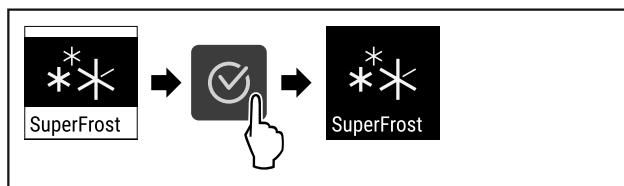

Fig. 93
- ▶ Proved'te akční kroky (viz Fig. 93).